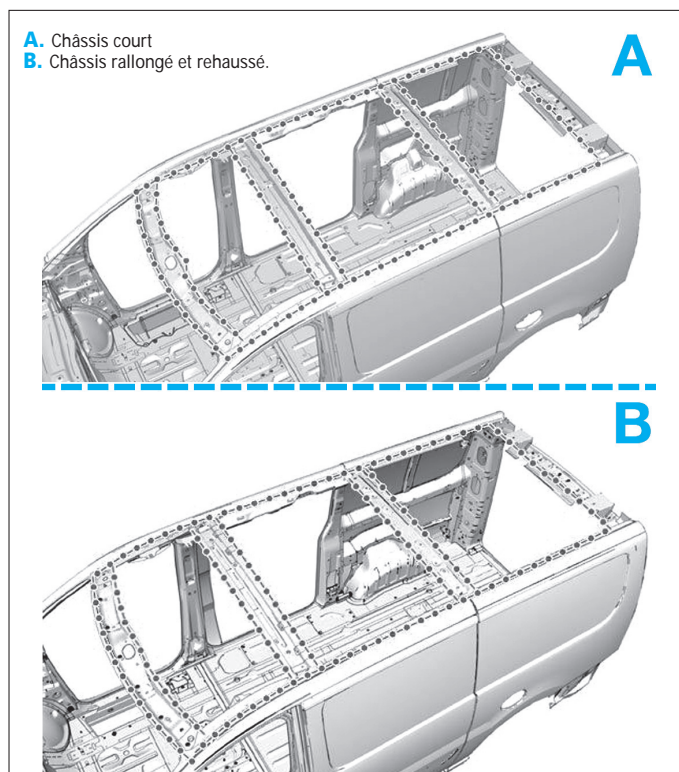
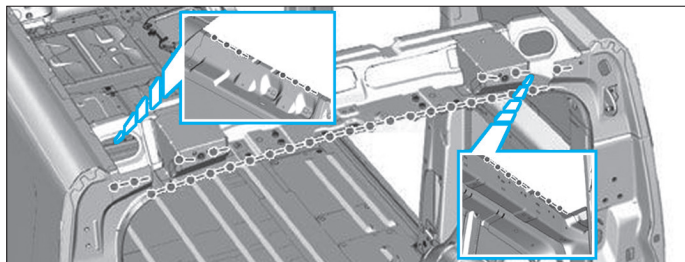

FIG. 76
FIG. 77
- Préparer les bords d'accostage et les protéger par un apprêt soudable (Fig.76) et (Fig.77)